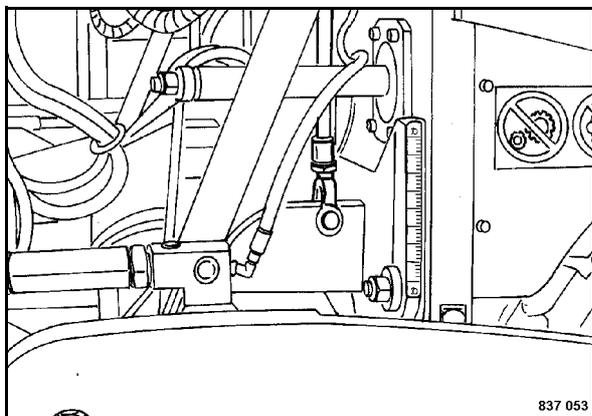

Fig. 106
- Controllare l'altezza della coclea sulla scala (Fig. 106) ed eventualmente regolarla in modo tale che il profilo inferiore della coclea si trovi ca. 60 fino a 100 mm sopra il livello delle piastre liscianti del ferro da stiro.